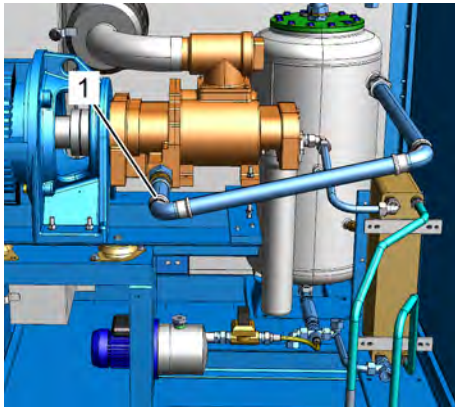

Рис. 47: Соединительная труба ступени компрессора
- 10.** ► Подготовьте приемную емкость, демонтируйте трубопровод между ступенью компрессора и баком для воды (Рис. 47/1) и спустите воду.